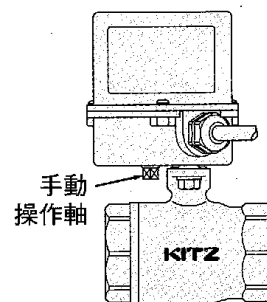
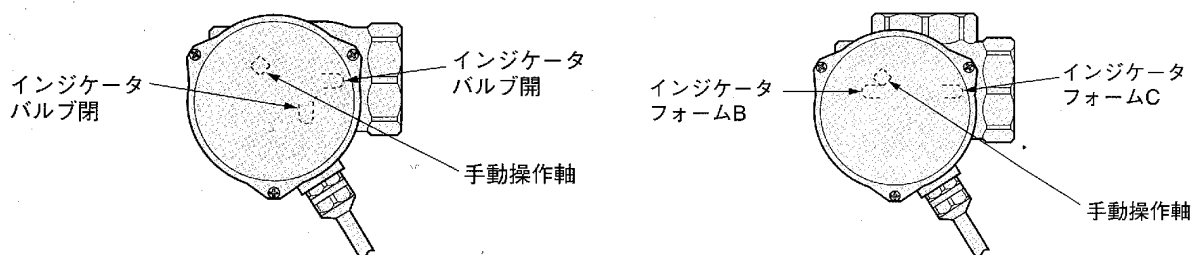

図 31
図 32
- ① 手動操作軸は図 31 の通りアクチュエータ下部にあります。
- ② 手動操作軸 (φ5.5) を、スパナを使用しゆっくり回します。
- ③ 図 32 はアクチュエータの上部から見た図で、O・S 及び操作方向矢印は、アクチュエータの下面に表記されています。
- ① 手動操作は直径 4mm、長さ 15cm 程度の丸棒をご使用ください。尚、丸棒は当社にて別途販売しておりますのでお問い合わせください。
- ② 縦三方ボールバルブのフォーム C からフォーム B への手動操作は 180° 回転となります。このため、まずアクチュエータ下部の手動操作用穴に丸棒を差込み、約 20 秒程度の時間をかけゆっくりと 90° 回します。次に手動操作用穴を差し替えて、更に 90° 同一方向に回転します。
- ③ これで図 32 のとおりフォーム C からフォーム B にポートが移動し、流路表示位置も移動します。